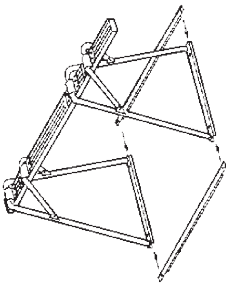

Fig. 2
3. Capovolgere il cavalletto riportandolo in posizione di lavoro ed aggiungere le due aste inferiori di collegamento, fissandole per mezzo dei quattro bulloni con dado (vedi fig.2).